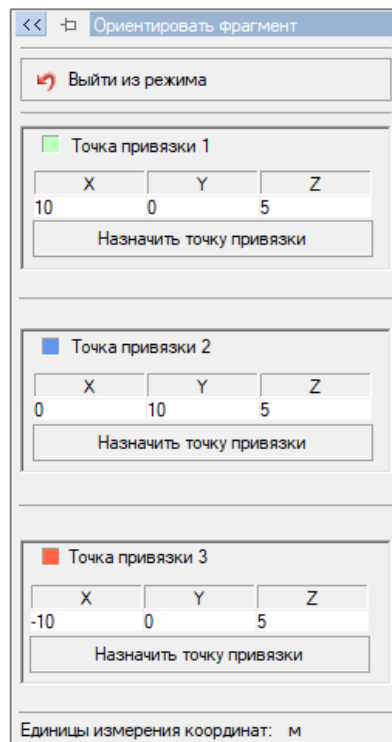

Рис. 2.89
- указанием координат (рис. 2.89);